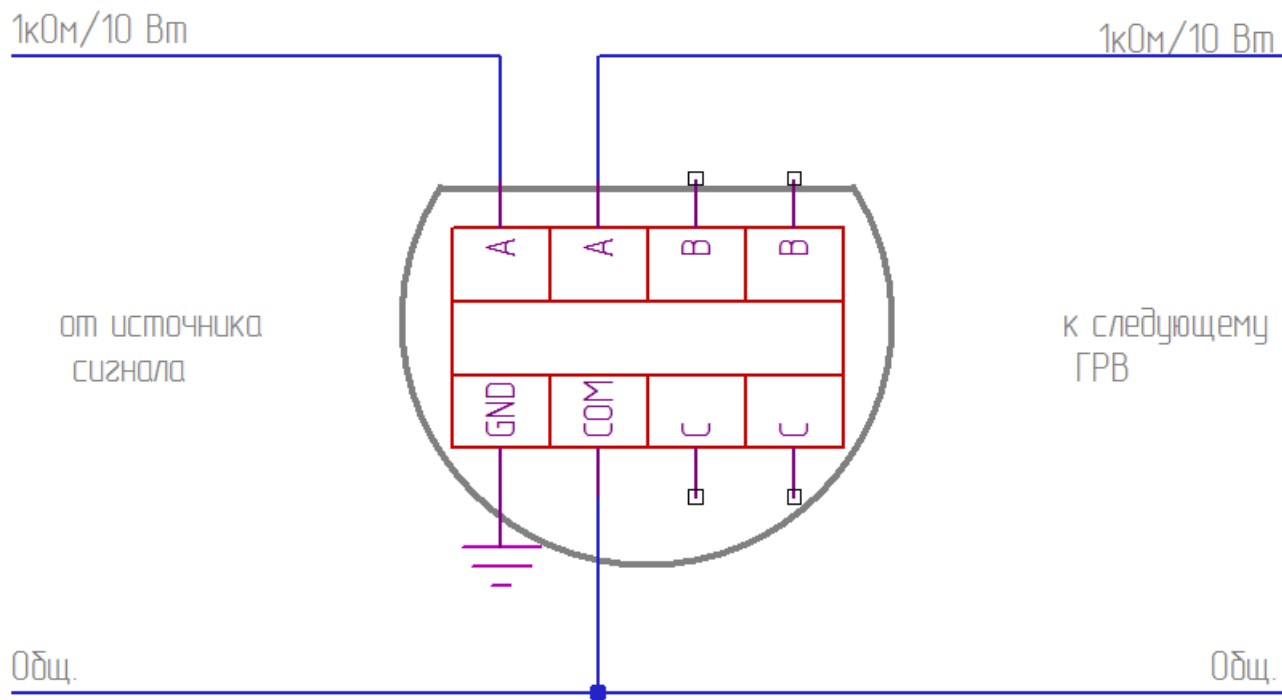

Рисунок 2 – Схема подключения ГВР-Exd-10
2. Проверить правильность подключения оповещателя в соответствии с рис. 2 - 4.
4. Если вышеперечисленные пункты не устранили состояние неисправности, то следует обратиться к предприятию-изготовителю по телефону (343) 379-07-95 или электронной почте support@spectron-ops.ru.